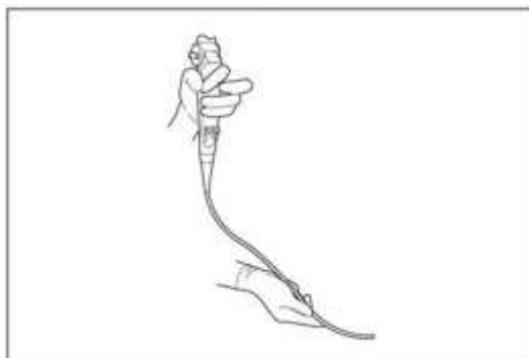

Fig. 7.6
1. Ao transportar o Endoscópio manualmente, segure a seção de controle com uma mão, e segure firmemente a extremidade distal do tubo de inserção, porém sem apertá-la, com a outra mão (ver Fig. 7.6).